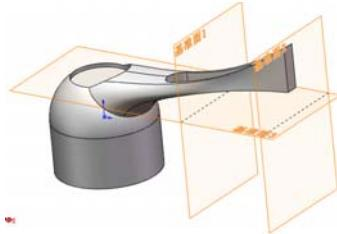

图 6-107 拉伸切除后的图形
**35** 设置视图方向。单击“前导视图”工具栏中的“等轴测”图标 $\square$ ，将视图以等轴测方向显示，结果如图 6-107 所示。